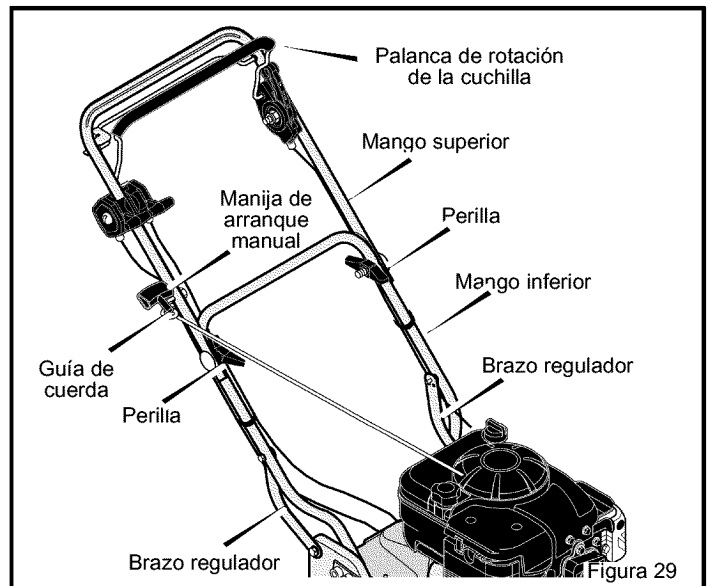

Figura 29
4. Levante el **mango superior** y el **mango inferior** a la posición de operación (vea la Figura 29). Apriete las **perillas** que fijan el **mango superior** al **mango inferior**.
7. Para montar la **manija de arranque manual** a la **guía de cuerda**, pase la cuerda torciéndola a través de la **guía de cuerda** que se encuentra montada en el lado derecho del mango (Figura 29).